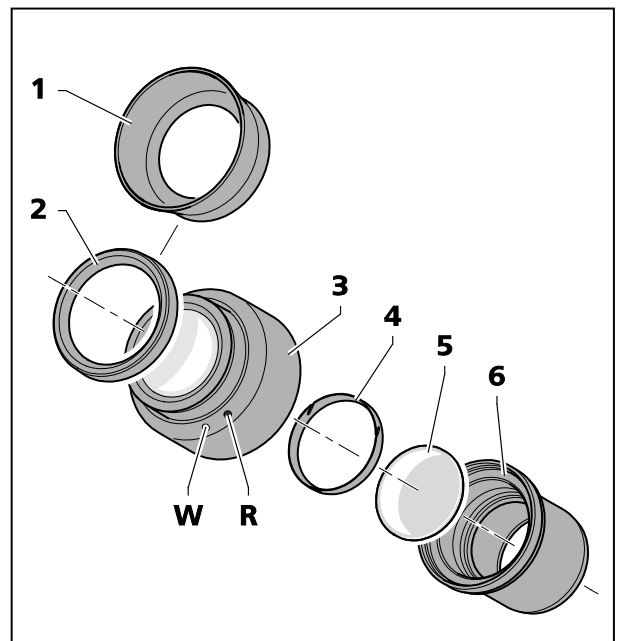

Fig. 11 Inserire il micrometro oculare
Gli oculari sono dotati di anelli di protezione di gomma per evitare graffi sugli occhiali. A scelta, gli stessi possono essere sostituiti con paraocchi rovesciabili (Fig. 11/1).
- A questo, togliere gli anelli di protezione per gli occhiali (Fig. 11/2) dagli oculari e attaccare i paraocchi (Fig. 11/1).
- Svitare il pezzo a diaframma (Fig. 11/6) per toglierlo dall'oculare (Fig. 11/3).
- Togliere l'anello di sicurezza (Fig. 11/5).
- Inserire il micrometro oculare (Fig. 11/4).
Lo spostamento leggero, causato dal cammino ottico addizionale, è preso in considerazione sulla scala diottrica attraverso l'indicazione della posizione zero non per mezzo del punto bianco (Fig. 11/W), ma tramite il punto rosso (Fig. 11/R).